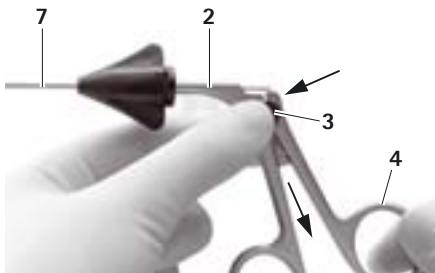

Fig. 1
- Separar o cabo 2 do acessório instrumental 7, ver Fig. 1: